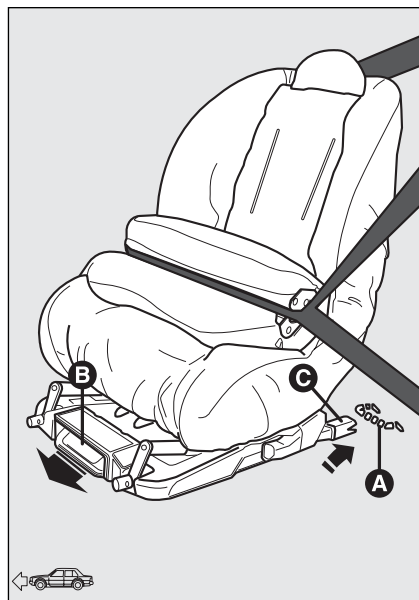

fig. 17
- ☐ certifique-se que a alavanca de desengate **B-fig. 17** esteja na posição de repouso (reentrada);